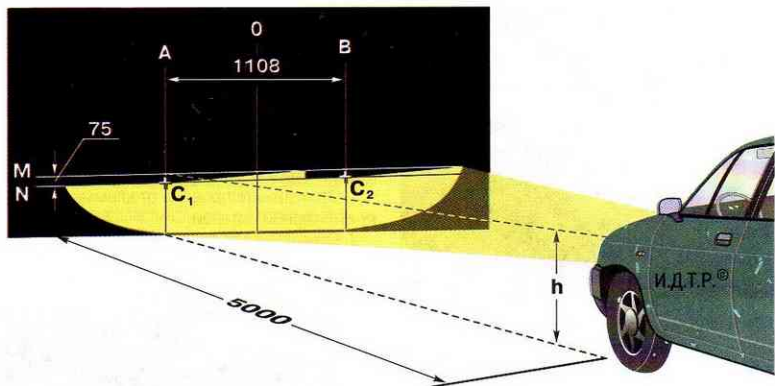

Рис. 9.6. Схема регулировки света фар
2. Установите автомобиль перпендикулярно гладкой стене (например, гаража) на расстоянии 5 м. Положите на сиденье водителя дополнительный груз массой 75 кг. Разметьте на стене экран, как показано на рис. 9.6. Продольная плоскость симметрии автомобиля должна проходить по линии 0 на экране.